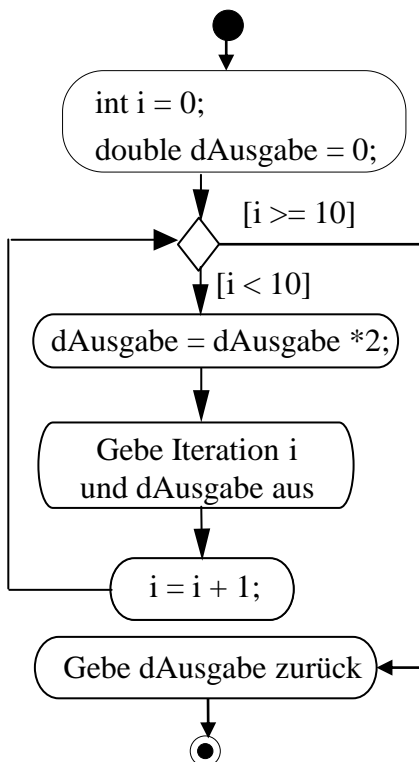

Abb. 15.1
- b) Wandeln Sie das folgende Aktivitätsdiagramm (Abb. 15.1) in C-Code um, indem Sie das gegebene Code-Gerüst der out-Funktion vervollständigen: